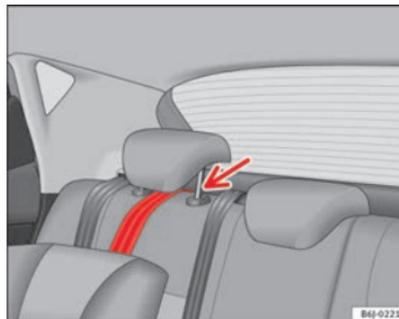

Fig. 28 Correia de fixação: ajuste correcto e montagem
- Passar a correia de fixação do Top Tether por baixo do encosto de cabeça do lugar traseiro → Fig. 28 (levantar o encosto de cabeça se for necessário).